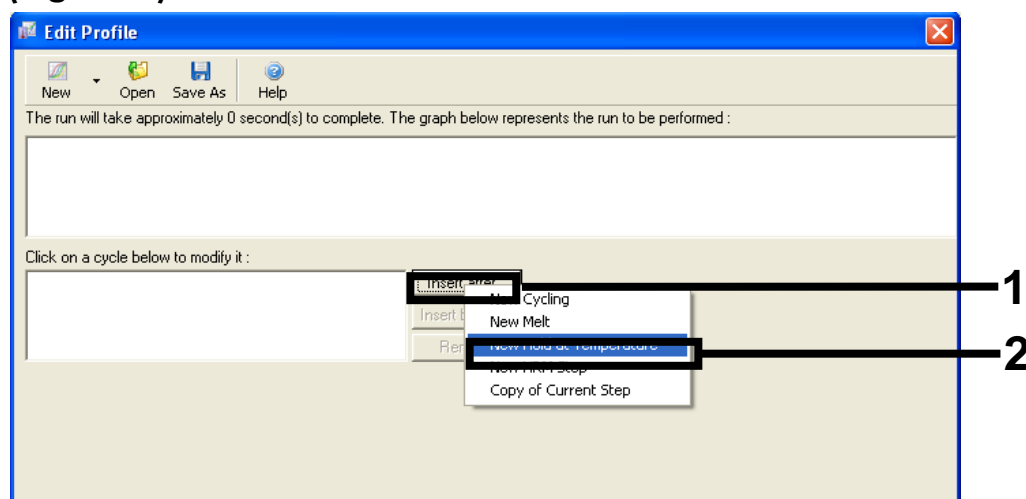

Figura 4. Passo inicial de incubação a 95 °C.
| Activação inicial da enzima “Hot-Start” | Figura 4 |
7. Clique no botão “Insert after” e selecione *New Hold at Temperature* (Figura 4).